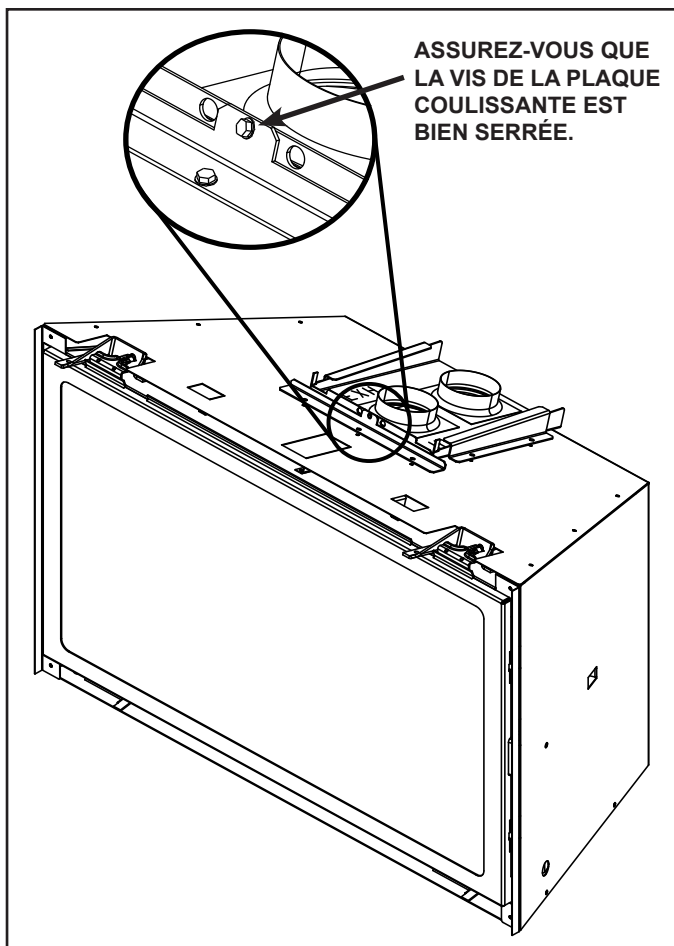

Figure 3.5 Détails sur la vis de la plaque coulissante du col
- Vérifiez que la vis de la plaque coulissante du col est bien fixée, voir figure 3.5.